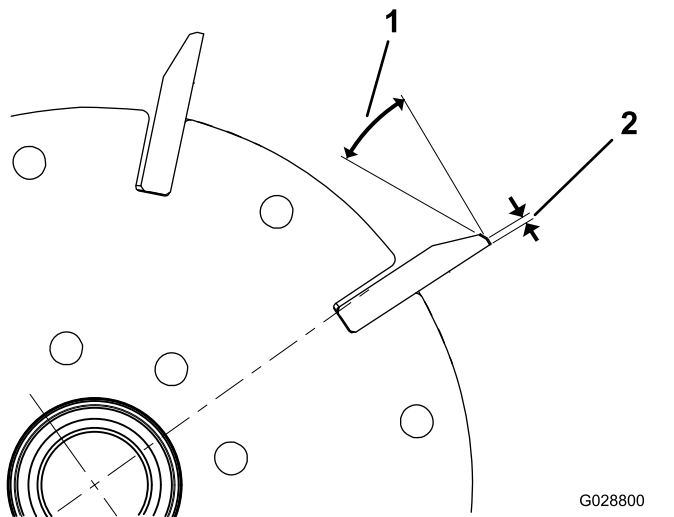

Bild 25
1. Tragen Sie einen Hinterschliff von 30° auf alle Messerspindeln auf, bis die Kante 1,3 mm breit ist (Bild 25).